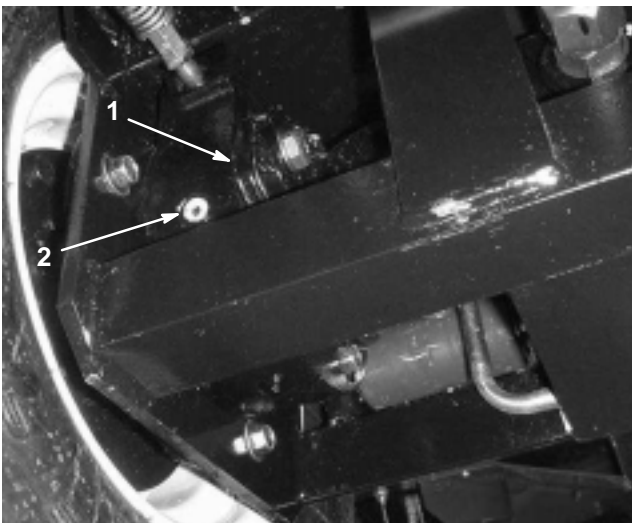

Bild 7
2. Entfernen Sie die Ablassschraube (Bild 6) vom Planetengetriebe und kontrollieren die Prüfschraube an der Rückseite der Bremse (Bild 7). Der Ölstand muss die Unterseite des Prüfschraubenlochs an der Rückseite der Bremse erreichen.